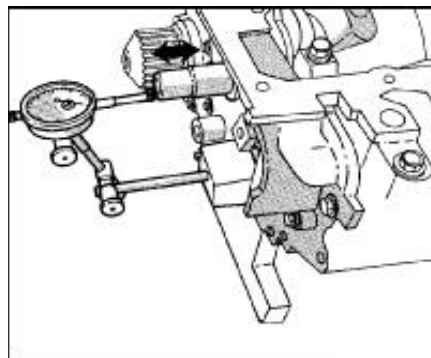

图. 71 曲轴径向跳动检查
(1) 安装千分表到发动机机体上，安装方法如图(图. 71)。
(2) 移动曲轴。
(3) 校正千分表零点。
(4) 移动曲轴并观察千分表上的数值, 数据说明 (查询-发动机-说明)